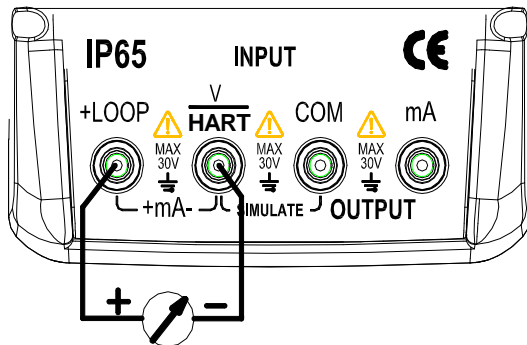

图 5-1
1. 按图 5-1 接线。
1. 将测试表笔插入仪表输出端（OUTPUT）的 + mA - 插孔内，另一端与用户仪表的输入相连，如图 5-1 所示：